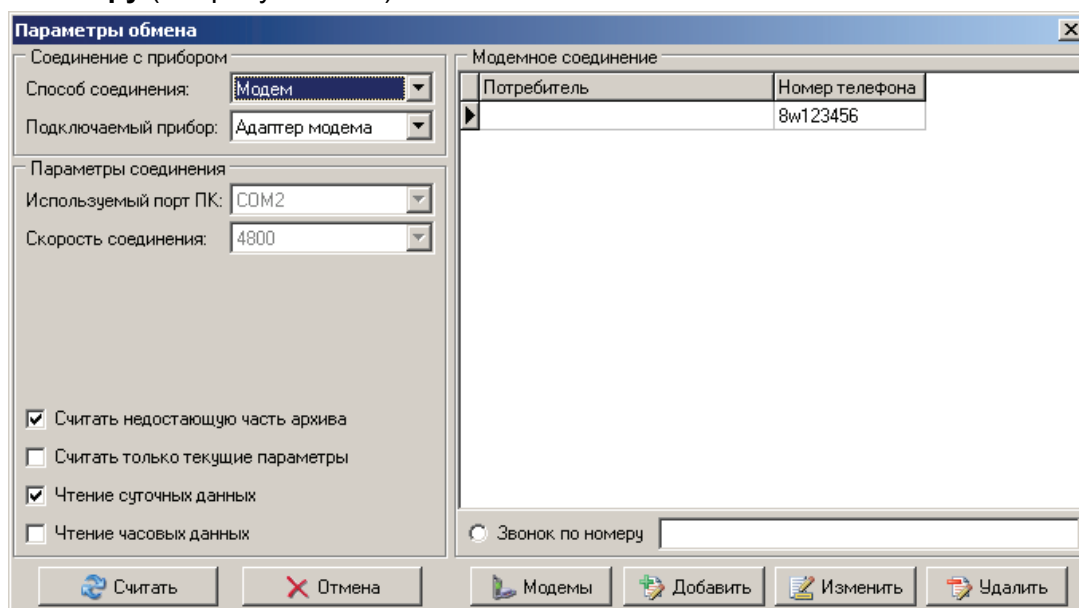
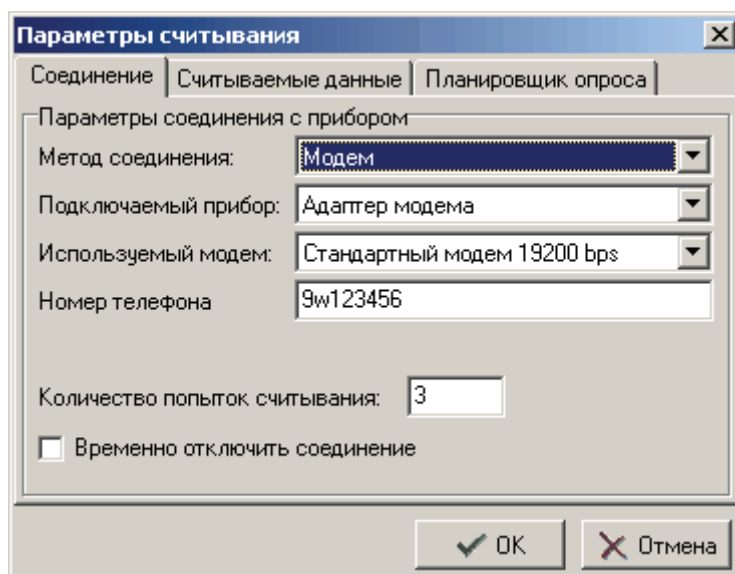

Рисунок 3.18
Рисунок 3.21
Если выбран метод соединения Модем, то необходимо в таблице **Модемное соединение** выбрать номер телефона для соединения с прибором или ввести номер телефона в поле **Звонок по номеру** (см. рисунок 3.18).
Кнопка **Добавить** (см. рисунок 3.18) служит для добавления модемного соединения в список и для вызова окна **Параметры считывания** (см. рисунок 3.21).
- Вкладка **Соединение** (рисунок 3.21) содержит параметры соединения (ниже приведены параметры для создания соединения через модем):